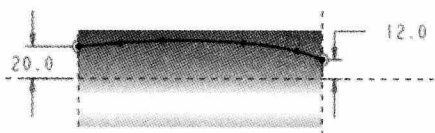

图 1.4 草图 1
Step3. 创建图 1.4 所示的草图 1。在操控板中单击“草绘”按钮 **↶**; 选取 FRONT 基准平面为草绘平面, 选取 RIGHT 基准平面为参考平面, 方向为底部, 单击 **草绘** 按钮, 绘制图 1.4 所示的草图。